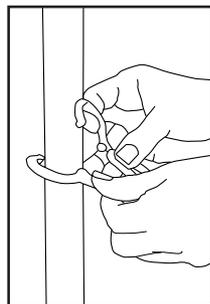

Fig. 3
2. Adjunte el retenedor del cable alrededor del mango de la aspiradora (Fig. 3).